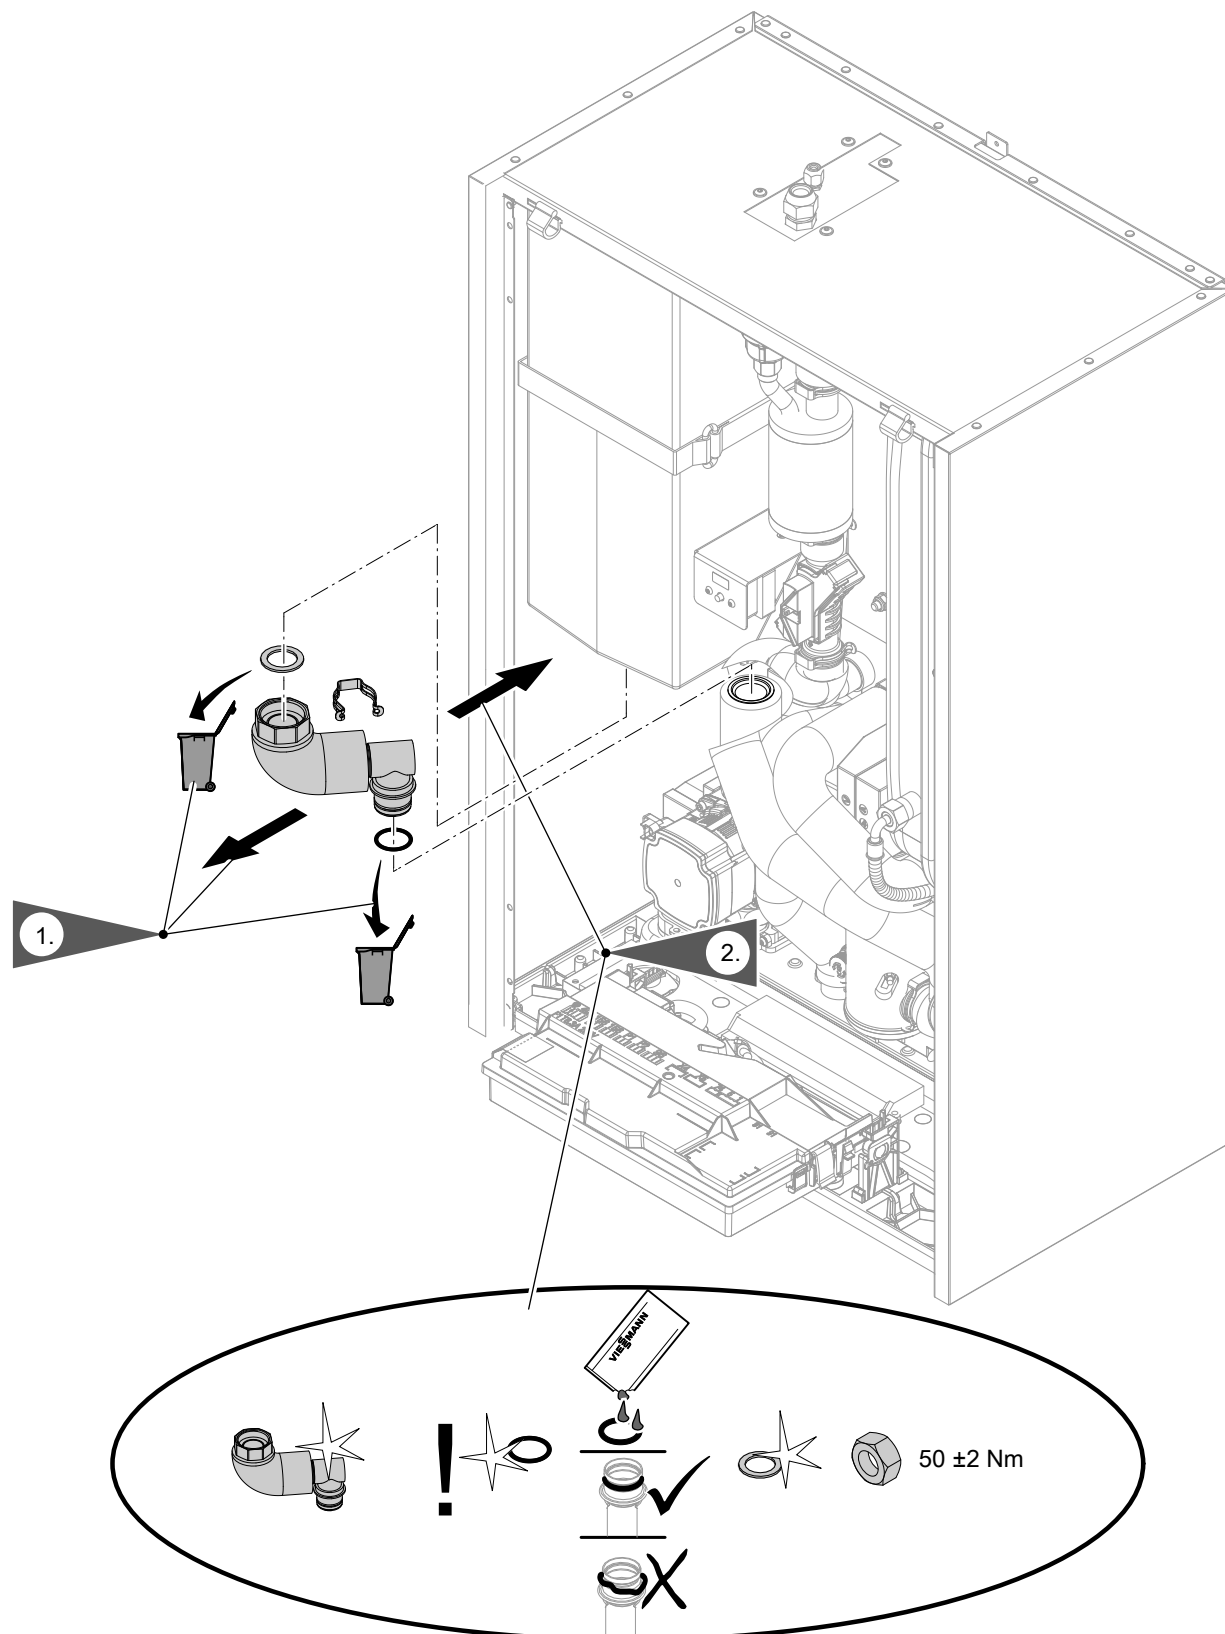
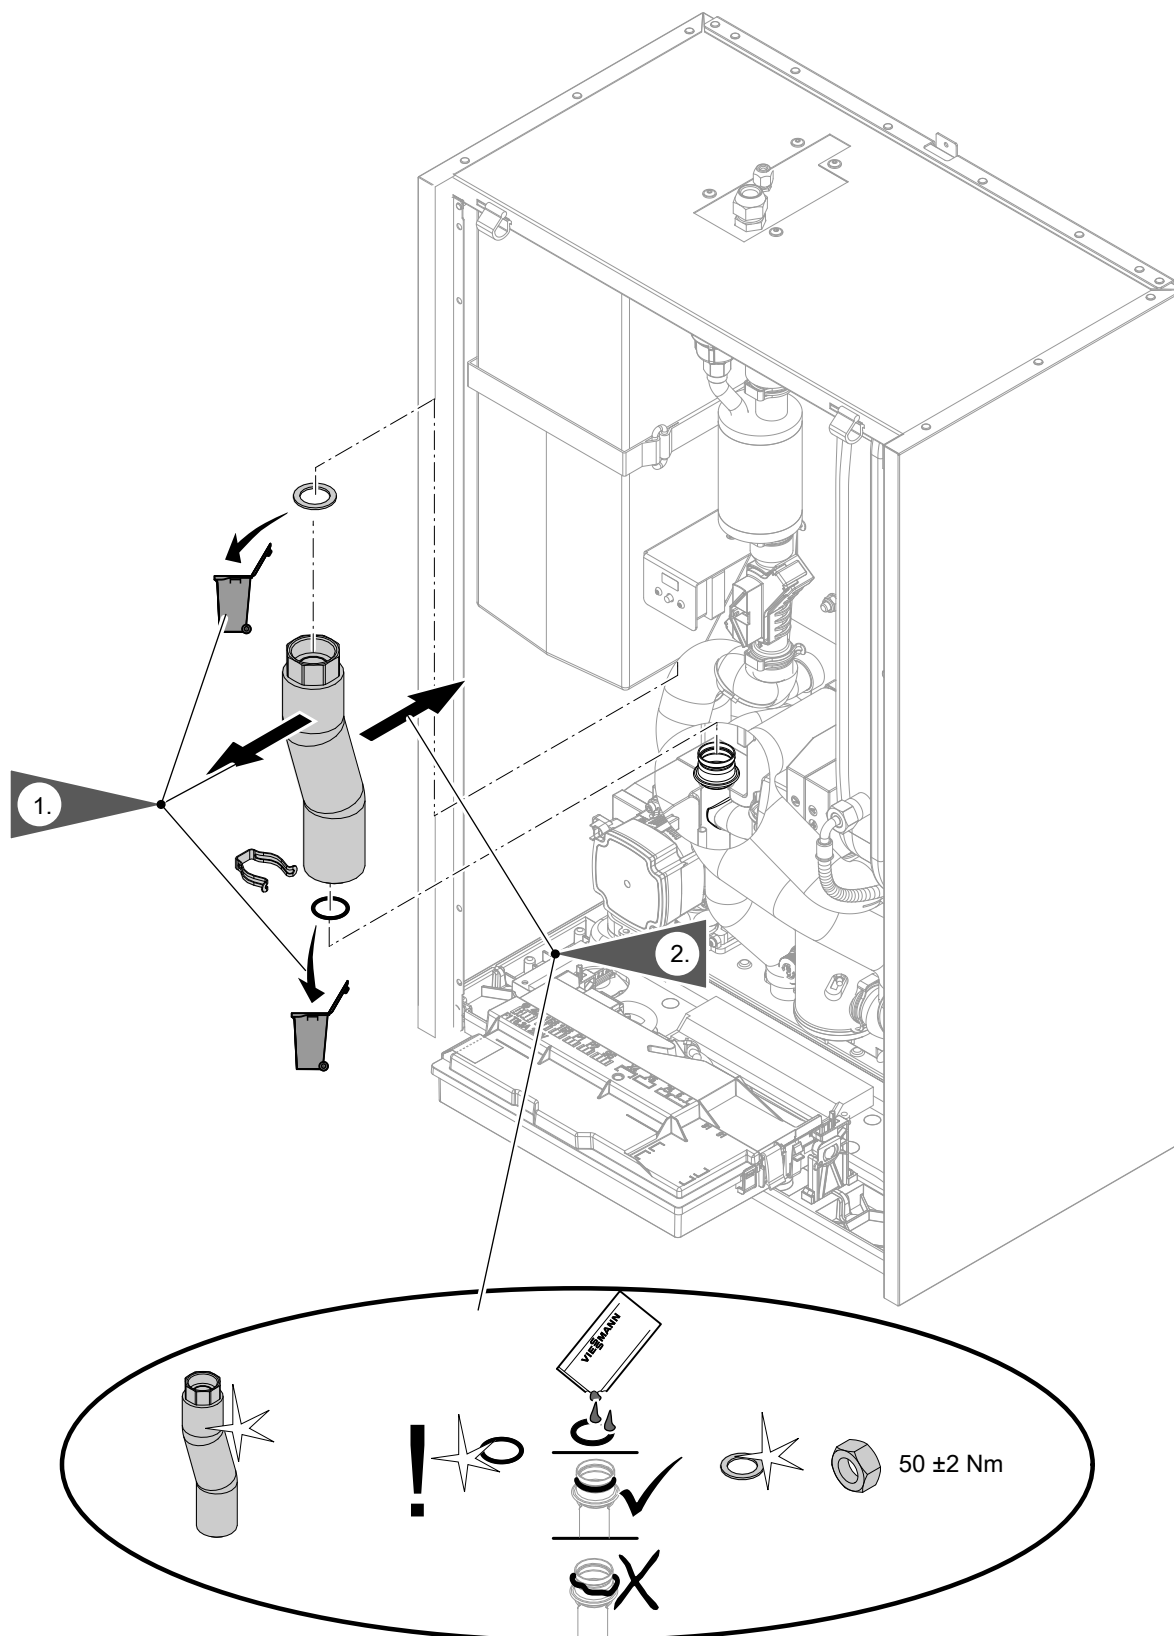

Abb. 76
Abb. 77
- Hydraulische Leitungen: Siehe Abb. 76 bis Abb. 77.